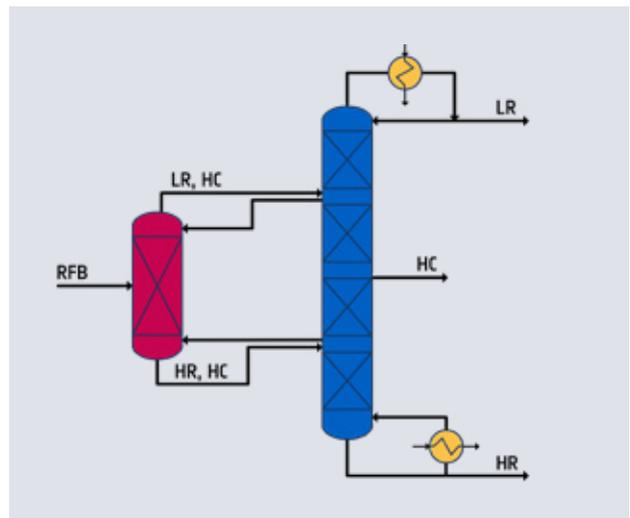

Abb. 5: PETLYUK-Sequenz: Vorfraktionierung und Produktdestillation mit Seitenabzug
- Feinjustierung und Optimierung der Prozesssimulation der PETLYUK-Sequenz gemäß Abbildung 5 (Diagramm 3)